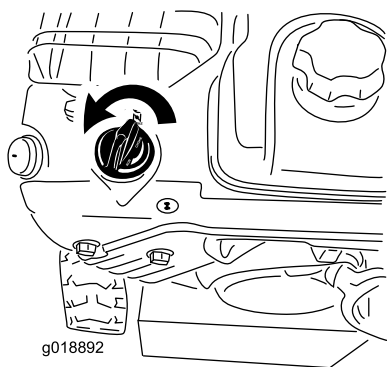

Рисунок 23
5. Поверните заслонку в положение Choke (Заслонка) (Рисунок 23).